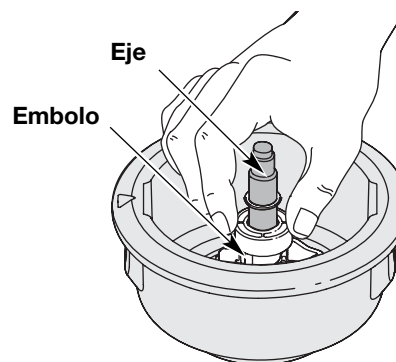

Fig. 25
exterior. Para limpiar el eje debajo del émbolo, empuje el émbolo hacia abajo (Fig. 25). Saque toda la suciedad o residuos del eje.
5. Retire el tapón de relleno de aceite / varilla de medición e inspeccione el nivel del aceite. El aceite debe llegar hasta la parte superior de la varilla de medición (Fig. 25).